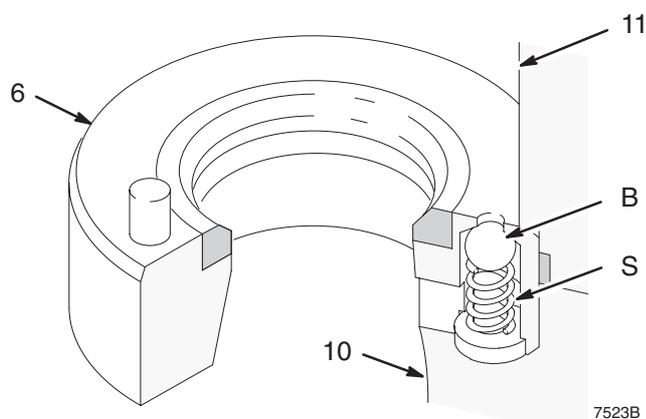
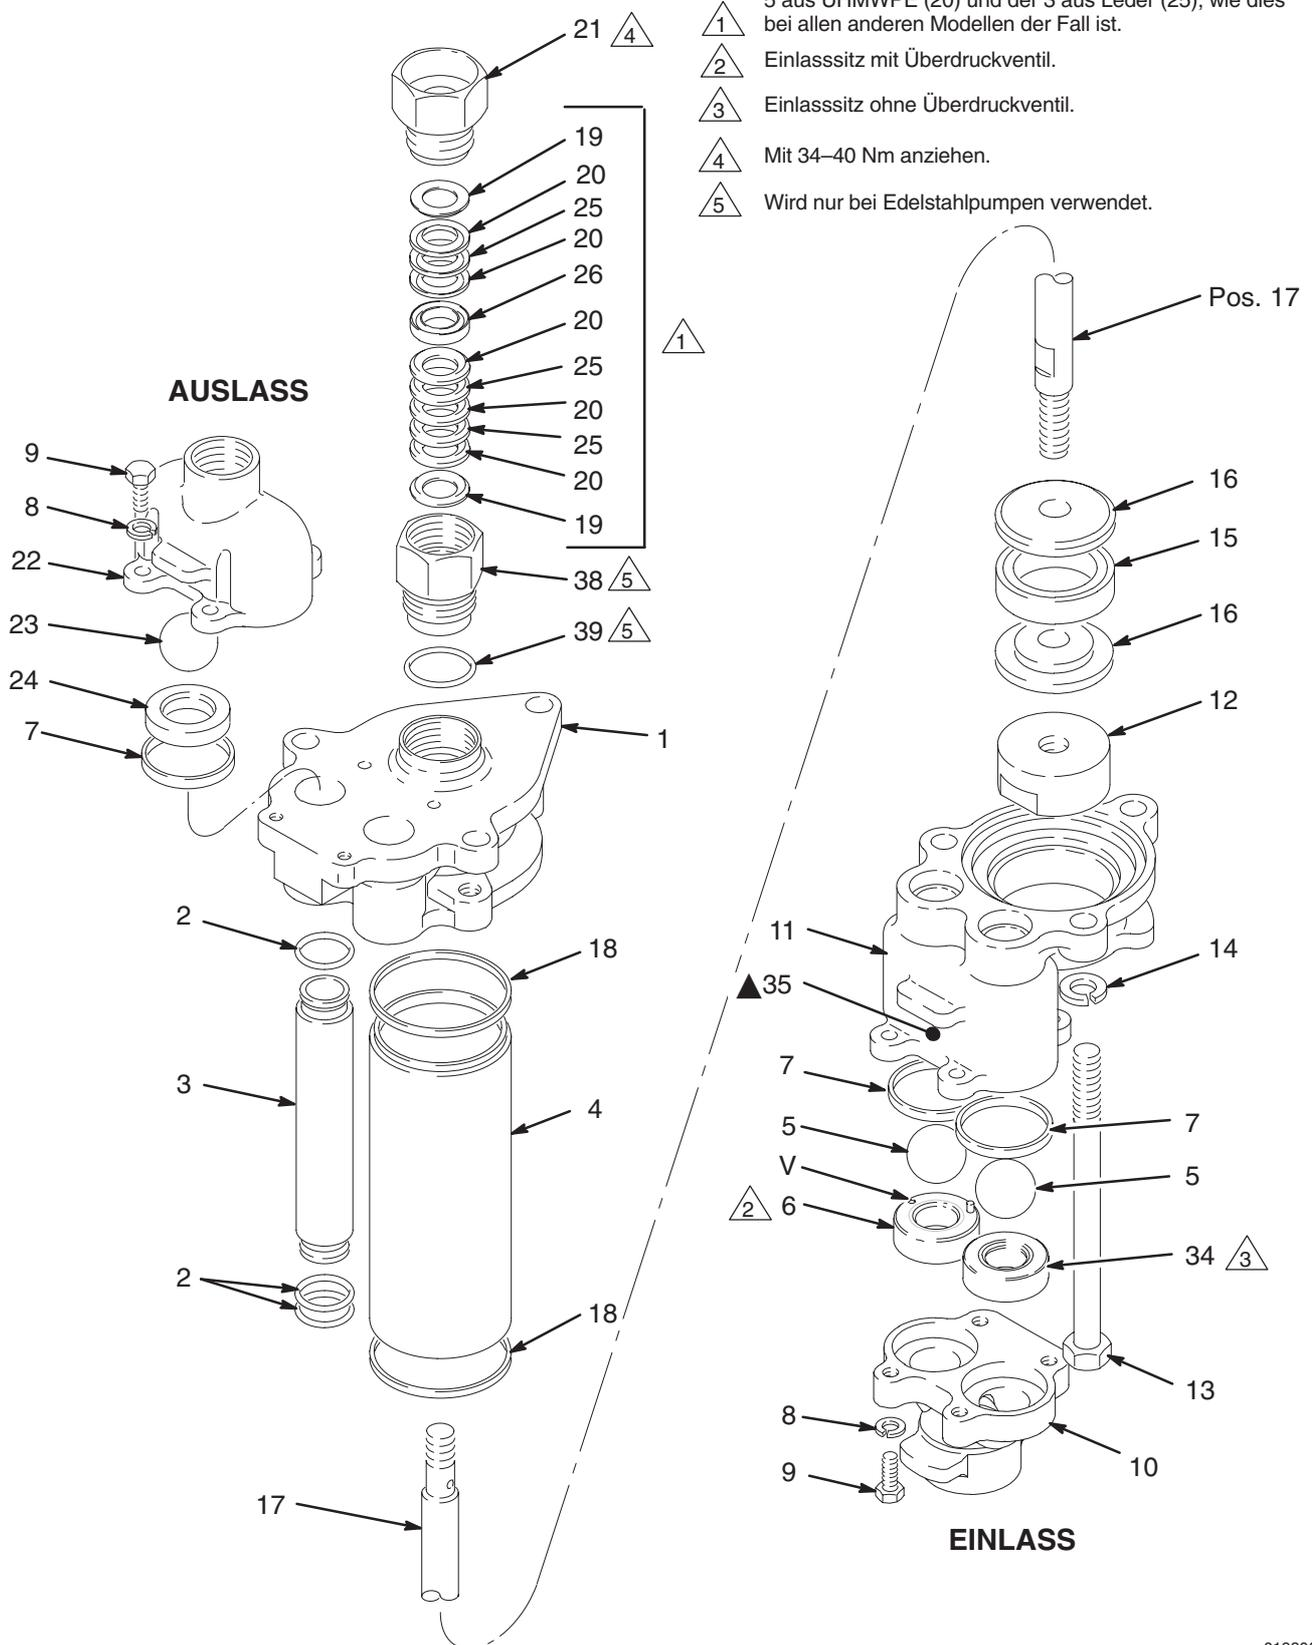

Abb. 12
Abb. 13
2. Das Einlassgehäuse (10) der Unterpumpe in einen Schraubstock einspannen.
3. Siehe Abb. 13. Die Packungsmutter (21) und die Patrone (38, nur bei Edelstahlpumpen) lösen, aber nicht entfernen.
4. Die vier Schrauben (9) und Scheiben (8) rund um das Pumpenauslassgehäuse (22) abnehmen.
5. Auslassgehäuse (22), Kugeln (23), Sitze (24) und Dichtungen (7) entfernen.
6. Die drei Verbindungsbolzen (13) und Federringe (14) entfernen. Das obere Pumpengehäuse (1) zusammen mit den Materialrohren (3), dem Zylinder (4) und dem Kolbensatz (16) abheben.
7. Packungsmutter (21) abnehmen. *Nur bei Edelstahlpumpen* die Halspatrone (38) und den O-Ring (39) entfernen.
9. Rohre (3) und Zylinder (4) aus dem Gehäuse (1) entfernen. Den Kolbensatz aus dem Zylinder ziehen.
10. Einlassgehäuse (10) aus dem Schraubstock nehmen.
11. Die vier Schrauben (9) und Scheiben (8) aus dem Einlassgehäuse (10) nehmen. Einen flachen Schraubenzieher zwischen das untere Pumpengehäuse (11) und das Einlassgehäuse (10) schieben, um die beiden Teile zu trennen.
HINWEIS: Ein Einlasssitz (6) besitzt einen Druckentlastungshahn (V). Dieser Sitz muss sich exakt an der angegebenen Stelle befinden (die linke Seite in Abb. 13).
12. Die Kugeln (5), Einlasssitze (6 und 34) und Dichtungen (7) entfernen.
13. Den Druckentlastungshahn im Sitz (6) auf Verstopfungen überprüfen. Die Ventilkugel (B) nach unten drücken, um zu überprüfen, ob sich Kugel und Feder (S) frei bewegen können. Siehe Abb. 12.